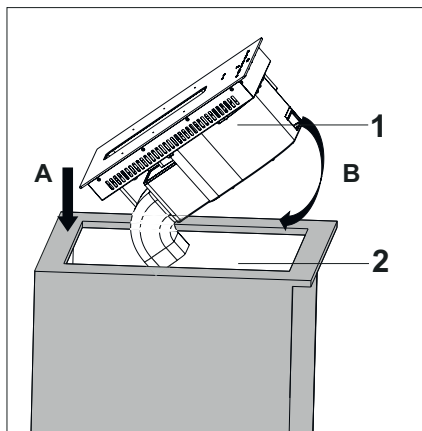

Fig. 30
- Løft nu kogepladen og sæt denne ned i bordet, først venstre side (A) og derefter højreside (B) (Fig. 30)